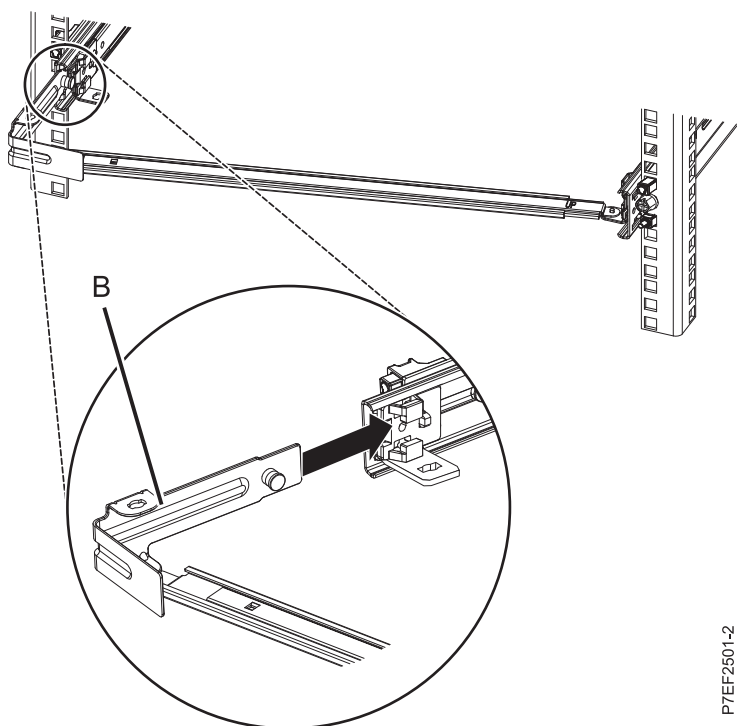

Figure 12. Extension de la broche et installation de l'équerre dans la glissière
4. Fixez le support d'arrêt de routage des câbles (**B**) à l'emplacement situé à l'intérieur de la glissière de gauche, en le faisant glisser (**B**) dans la glissière jusqu'à ce que le taquet à ressort se mette en place. Pour plus de détails, voir figure 12.